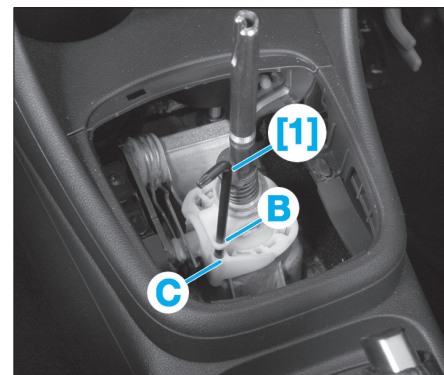

FIG. 37
• Retirer l'outil [1] des alésages (B) et (C) (Fig.37).